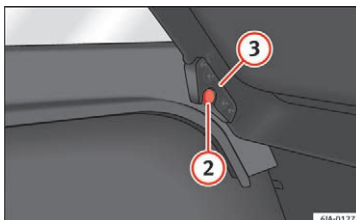

Fig. 164 Afmontering af bagagerumsafdækning
- Ret holderne til afdækningen **3** » Fig. 164 til i forhold til holderne **2** i beklædningen.
- Holderne i afdækningen **3** » Fig. 164 skal være gået korrekt i hak i beklædningens holdere **2**.